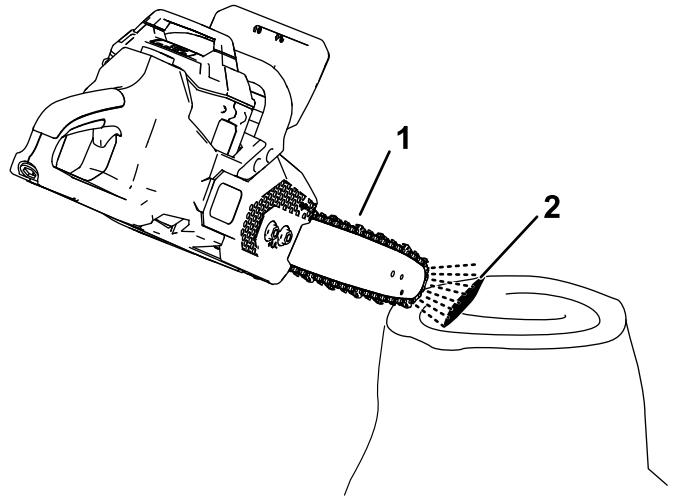

Figura 29
- Para asegurarse de que el aceite fluye hasta la cadena, coloque la punta de la motosierra a unos centímetros de una superficie (por ejemplo, papel, cartón, un tocón) y arranque la motosierra; debe poder ver una pulverización ligera de aceite en la superficie (Figura 29).